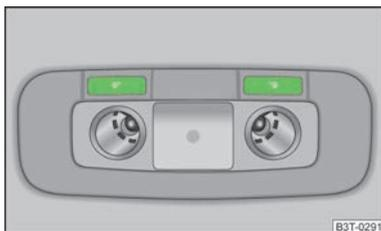

Fig. 41
- Carregue no interruptor  » Fig. 41 para ligar ou desligar as luzes de leitura.